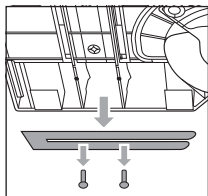

Fig. 1
- ◆ Retire los pasadores de sujeción **8** de la parte inferior del producto y extraiga las barras guía **7** (consulte la fig. 1).